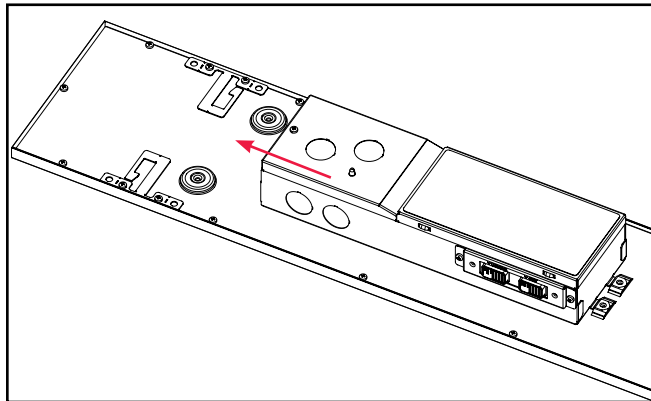

Figure 1.
- Repérez le couvercle de la boîte de jonction du luminaire, retirez la vis et glissez-le afin de le retirer. (Figure 1.)